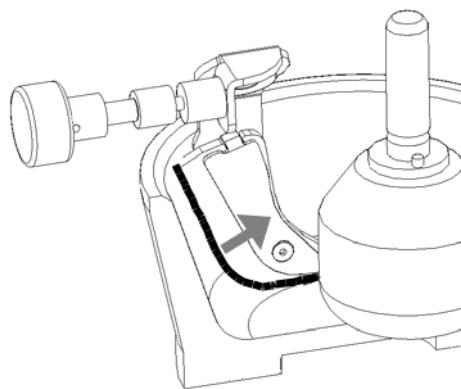

图9
- 铲料头可以向前或向后进行微调。拧紧铲料头固定螺丝前请将铲料头略向后推。图9